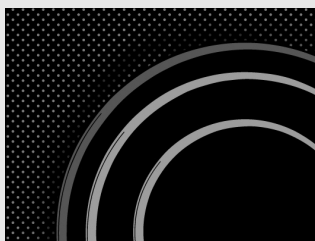

рис. 2
**Декоративный рисунок** на варочной поверхности может стираться из-за использования агрессивных и грубых чистящих средств, а также посуды с поврежденным или грубым дном (рис. 2).